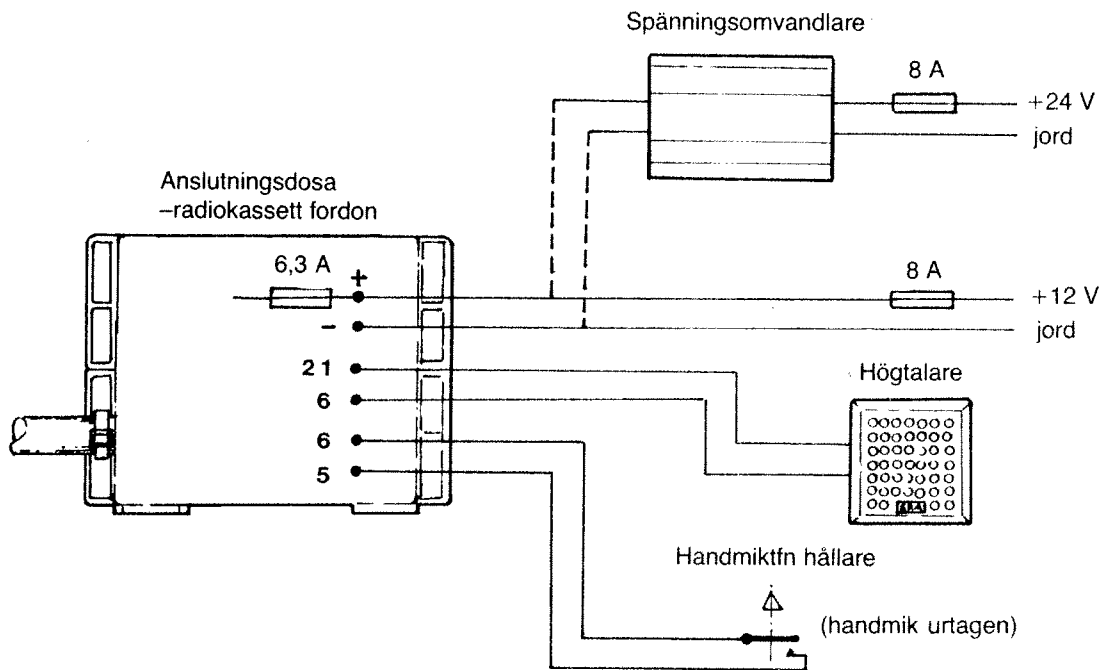

Bild 6. Inkoppling i fordon
Radiostation 538 installeras i fordon med 12 V elsystem eller 24 V elsystem, se bild 6. I fordon med 24 V elsystem förekommer spänningsregulatorer 24 V till 12 V av två utföranden (F6057-009145 och M2520-204110). Spänningsomvandlaren M2520-204110 är internt avsäkrad med 6,3 A.
- Kontrollera handmikrotelefonhållare (fordon), klykfunktion, anslutningar, högtalare, se bild 6.